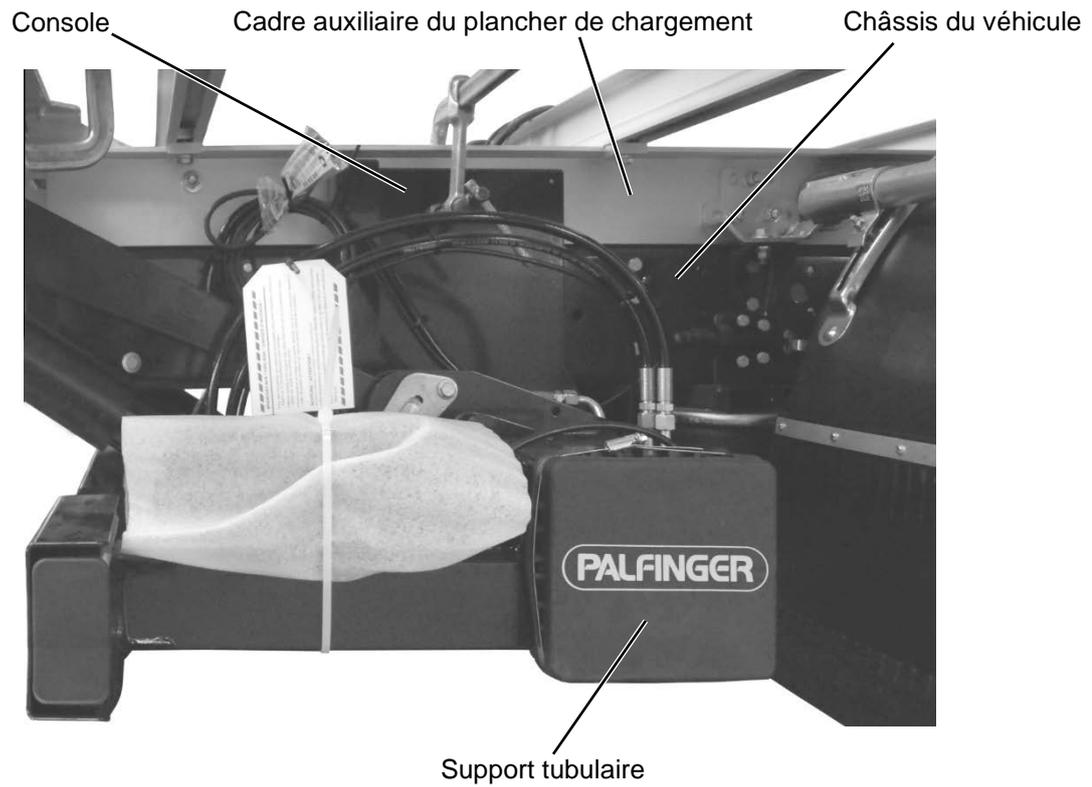

Figure 20 : Positionnement du support tubulaire
- ▶ Fixez le support tubulaire/boîtier de trépied dans cette position avec des serre-joints sur le châssis du véhicule (voir Figure 20, page 40).